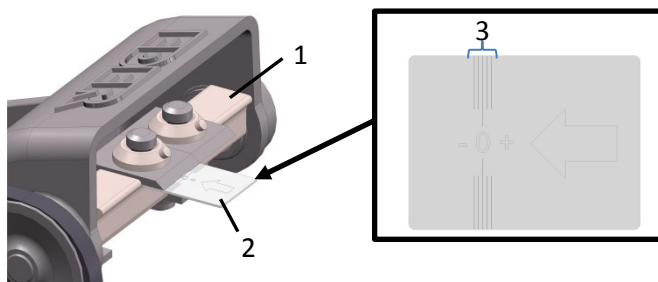

Abb. 5: Messer einstellen
- > Schieben Sie die Einstelllehre (**2** – Abb.5) in Pfeilrichtung unter das Messer bis an die Schälwalze (**1** – Abb.5) heran.
Achtung: Die Schneidkante des Messers muss sich im markierten Bereich (**3** – Abb.5) befinden.